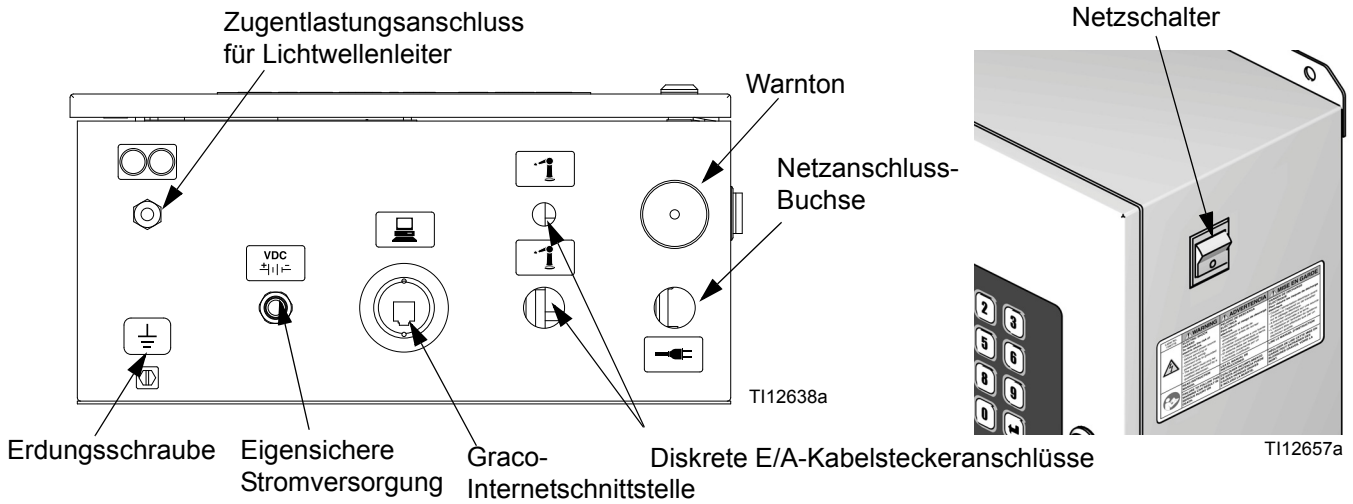

ABB. 18. EasyKey Anschlüsse und Netzschalter
- Die Netzsteckerbuchse  hat einen Durchmesser von 22,4 mm (0,88 Zoll). Ein Zugentlastungsstecker oder eine Kabelmanschette ist zulässig. Siehe ABB. 18.
1. Schließen Sie den an die EasyKey Stromversorgung an. Installieren Sie einen Zugentlastungsstecker oder eine Kabelmanschette durch den EasyKey-Anschluss . Siehe ABB. 18.
1. Schließen Sie das entsprechende Ende des Netzkabels der Materialstation an den Stecker des EasyKey $\pm \overset{VDC}{|}| \text{---}$ an. Siehe ABB. 18.
3. Das Lichtwellenleiterkabel wird ab Werk an den Stecker  der Materialstation befestigt ausgeliefert. Siehe ABB. 18.